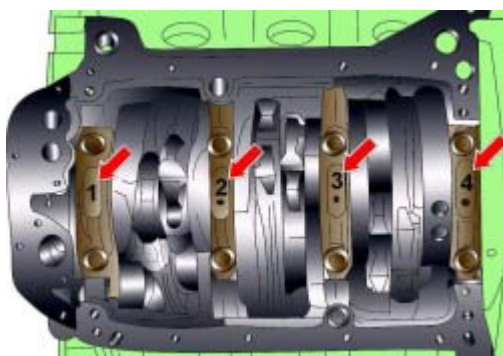

Рис. 3.1–71. Расположение и нумерация коренных подшипников коленчатого вала
1. Центрирующая втулка 1 (рис. 3.1–70) обеспечивает правильную установку крышек коренных подшипников.
2. Коренной подшипник №1 находится со стороны ременного шкива, а подшипник №4 – со стороны маховика (рис. 3.1–71).
3. При установке необходимо использовать новые болты 3 (см. рис. 3.1–70).